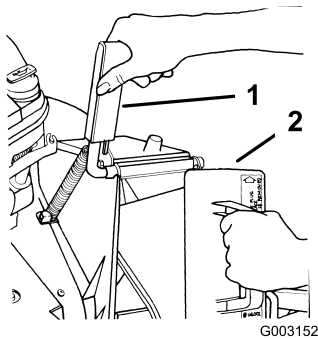

Bild 6
1. Öffnen Sie die Auswurfkanalklappe, indem Sie den Griff nach vorne ziehen und nach hinten bewegen (Bild 6). Halten Sie den Griff der Auswurfkanalklappe, damit sie nicht unter Federdruck zurückspringen kann, während Sie die Abdeckung einsetzen.
2. Drehen Sie, da die Abdeckung etwas breiter als die Öffnung des Auswurfkanals ist, diese beim Einführen leicht nach rechts (Bild 6).